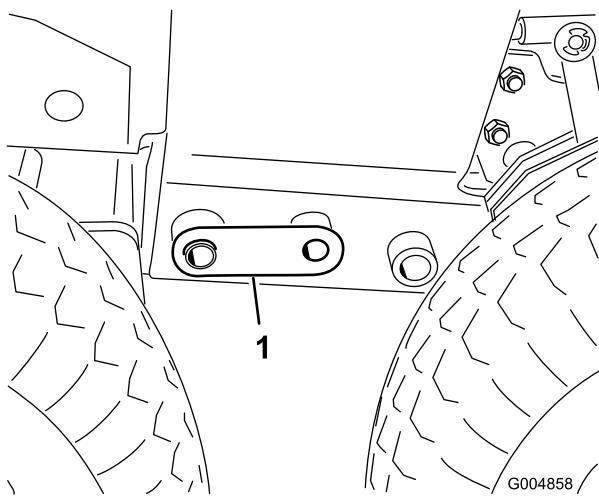

Figura 83
35. Retire a preguiça dianteira e baixe a parte da frente da máquina sobre os pneus até os pinos acopladores (Figura 83) ficarem suficientemente soltos para serem retirados.